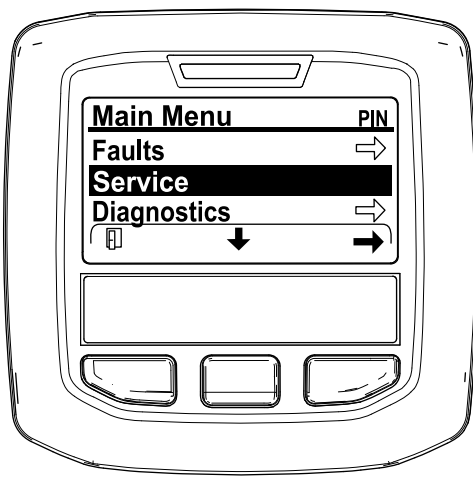

Figura 39
2. Desde el menú PRINCIPAL, pulse el botón central para desplazarse hacia abajo hasta el menú SERVICE (Servicio) y pulse el botón derecho para seleccionar la opción SERVICE (Servicio) (Figura 39).